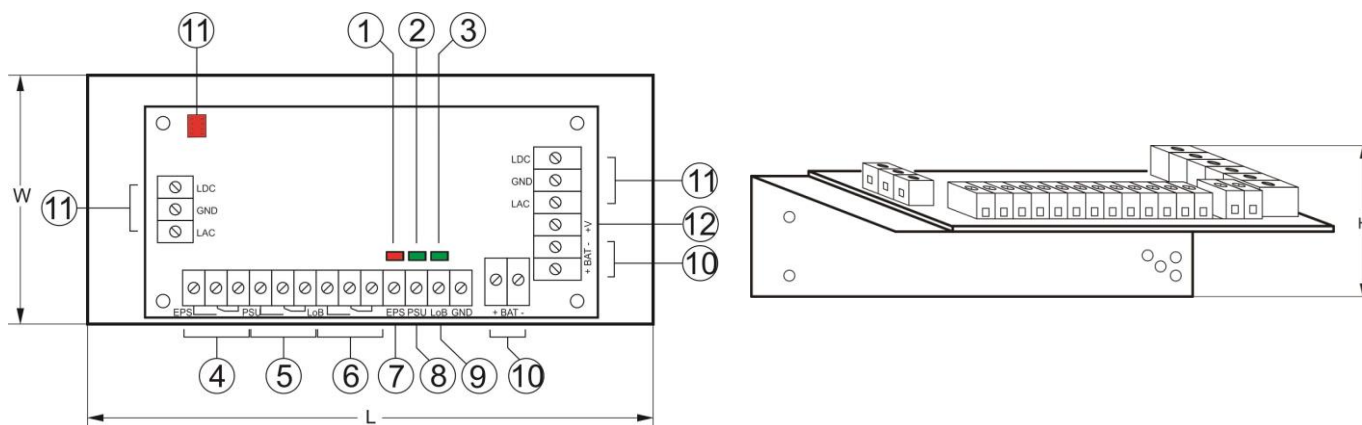

Abbildung 1: Ansicht des Moduls.
1.2. Beschreibung der Anschlüsse und Elemente des Moduls des Netzteils (Abbildung 1, Tabelle 1)
Optische Signalisierung mit LED: - Anliegen der AC-Stromversorgung - Anliegen der DC-Spannung am Ausgang des Netzteils - Niveau der Batteriespannung.	- rote LED (Abbildung 1, Element 1): Bei normalem Zustand (Stromversorgung AC liegt an) leuchtet diese Diode durchgehend. Ein Stromausfall wird durch das Erlöschen der Diode angezeigt. Achtung: Die LED zeigt das Fehlen der AC-Spannung an, wenn der Stromausfall länger als 10 s dauert. - grüne LED (Abbildung 1, Element 2), zeigt den Zustand des DC-Spannung am Ausgang des Netzteils an. Bei normalem Zustand leuchtet die Diode durchgehend, bei Kurzschluss oder Überlastung des Ausgangs erlischt die Diode. - grüne LED (Abbildung 1, Element 3), zeigt das Niveau der Batteriespannung an. Im Normalzustand ($U_{BAT} > 11,5V$) leuchtet die Diode durchgehend, bei Absenkung der Batteriespannung ($U_{BAT} < 11,5V$) erlischt die Diode.